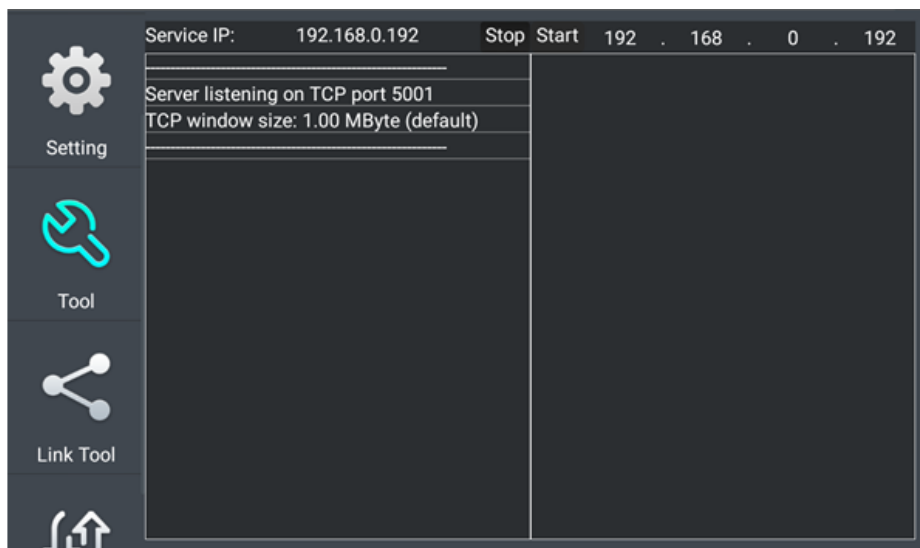

Рис. 130 Работа 1го тестера в режиме «сервер» при проверке пропускной способности сети
4. Один из тестеров запустите в качестве сервера, для этого нажмите кнопку Start Server (Запустить сервер). В верхнем поле слева отобразится IP адрес тестера, рис. 130;